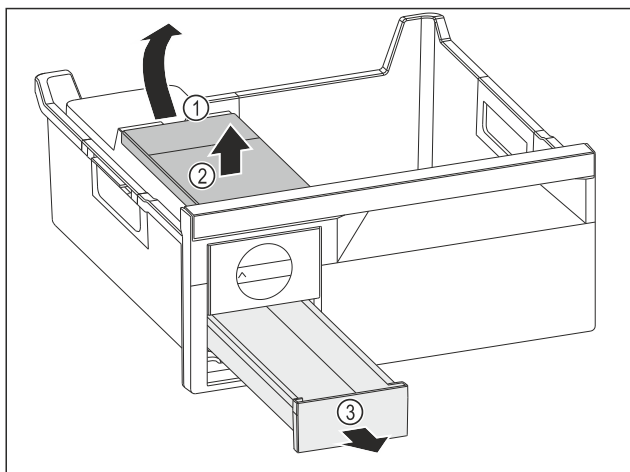

Fig. 130
- ▶ Scoaterea rezervorului de apă: Ridicați rezervorul de apă de la degajare Fig. 130 (1).
- ▶ Scoateți rezervorul de apă Fig. 130 (2) în sus.
- ▶ Scoateți sertarul pentru cuburi de gheață Fig. 130 (3) spre înainte.